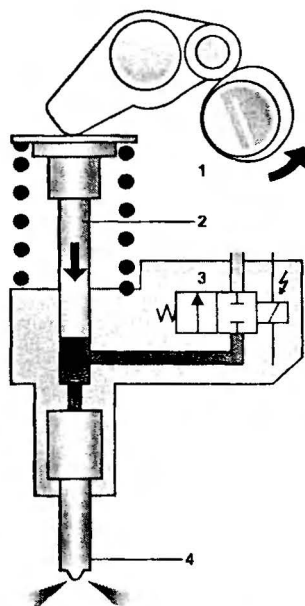

Рис. 1.1.5. Система впрыска UIS: 1 — кулачок привода ТНВД; 2 — плунжер; 3 — электромагнитный клапан высокого давления; 4 — распылитель форсунки
1. Система впрыска UIS (Unit Injector System). В ней насос и форсунка объединены в один агрегат (рис. 1.1.5). Привод насос-форсунки осуществляется от кулачка распределителя. Регулировка параметров впрыска происходит с помощью электромагнитного клапана высокого давления 3.